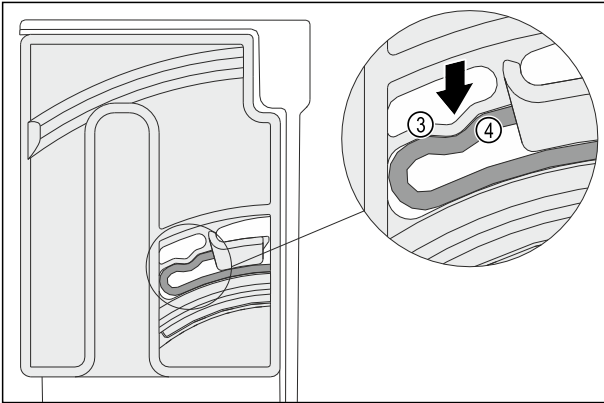

Fig. 121
- Çevirme ünitesinin esnek elemanı Fig. 121 (3), oluğun Fig. 121 (4) yuvarlak şekline duyulacak şekilde yerleşir.